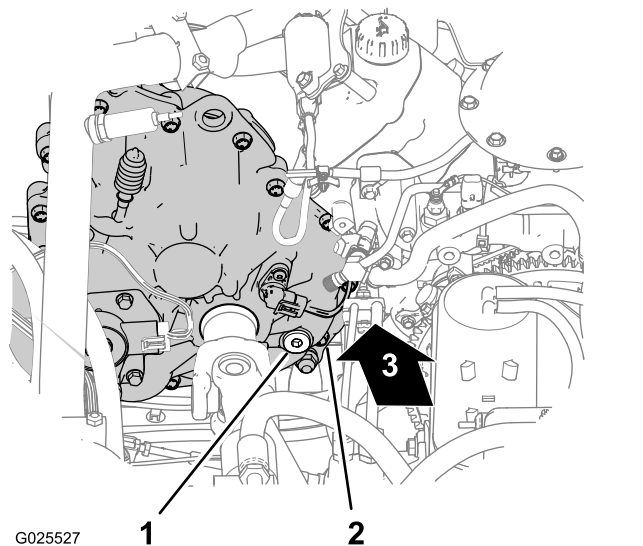
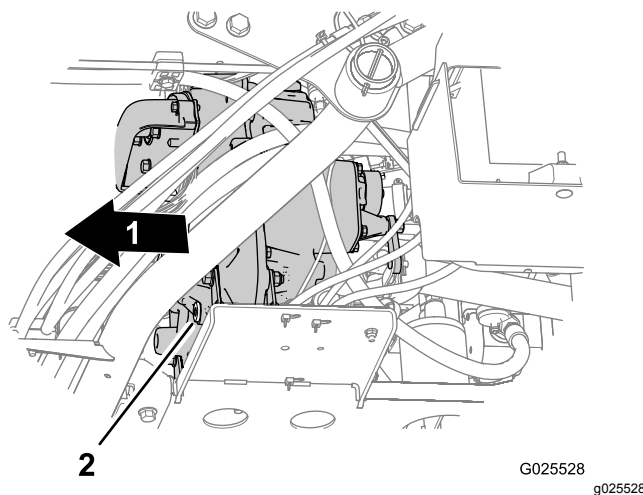

Figure 58
Figure 59
2. Localisez le bouchon de remplissage dans la partie intérieure arrière du carter de transmission, et le bouchon de vidange sur la partie extérieure avant (Figure 58 et Figure 59).
- le sens antihoraire ; enlevez-le ensuite de la transmission (Figure 58).
- Placez un bac de vidange sous le bouchon de vidange (Figure 59).
- Retirez le bouchon de vidange de l'orifice de vidange en le tournant dans le sens antihoraire ; enlevez-le ensuite de la transmission (Figure 59).
- Remettez le bouchon de vidange (Figure 59).
- Versez 700 ml d'huile de transmission Dexron VI dans l'orifice de remplissage de la transmission (Figure 58).
- Remettez le bouchon de remplissage (Figure 58).